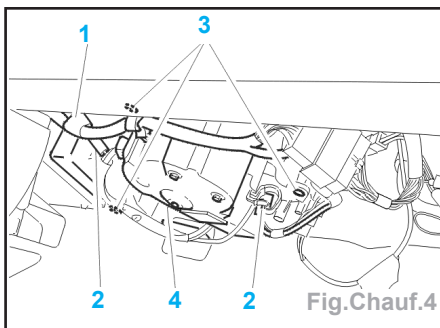

Fig. Chauff.4
- Dégrafer (Fig. Chauff.4) :
- les fils (1) cheminant sur le pulseur,
- les connecteurs (2).
- Déposer les vis (3) et le pulseur (4).